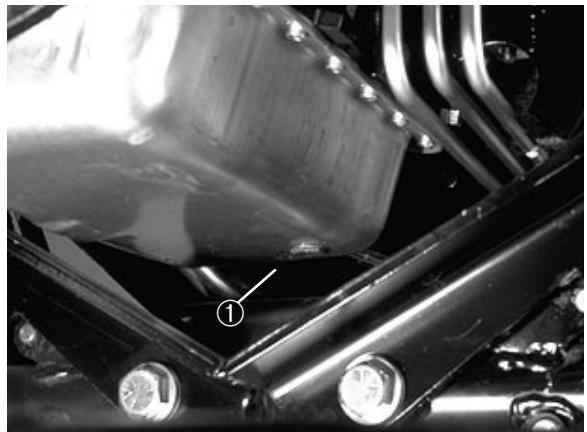

Bild 40
MOTORÖL UND -FILTER (Bild 40 & 41)
1. Die Ablaßschraube (Bild 40) entfernen und das Öl in eine Wanne ablaufen lassen. Wenn kein Öl mehr aus dem Kurbelgehäuse strömt, die Ablaßschraube mit einer neuen Schraubendichtung (Bestell-Nr. 74-7850) wieder